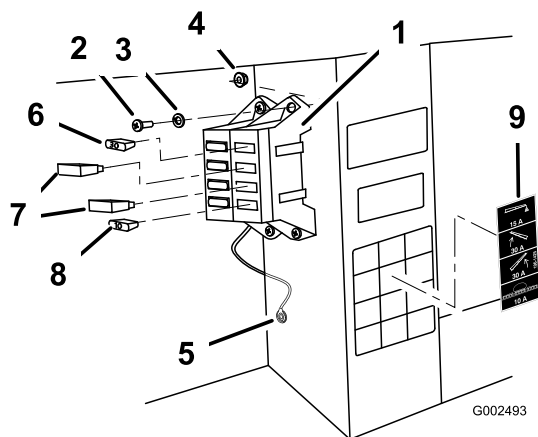

図 8
- スター・ワッシャをはさんで、アース線(黒)を車体フレームの内側についている 1/4 in ボルトに接続する(図 8)。
- ネジ2本(#10-24 x 3/4 in)とロックナット2個(#10-24)を使い、図 8のように、既存のヒューズ・ブロックの隣に新しいヒューズ・ブロックを取り付ける。
- 左用と右用のブーム昇降ヒューズ取付場所にそれぞれ30 Aサーマル・ブレーカを取り付ける(図 8)。
- 散布システム用電源ヒューズ取付場所10 A ヒューズを取り付ける(図 8)。